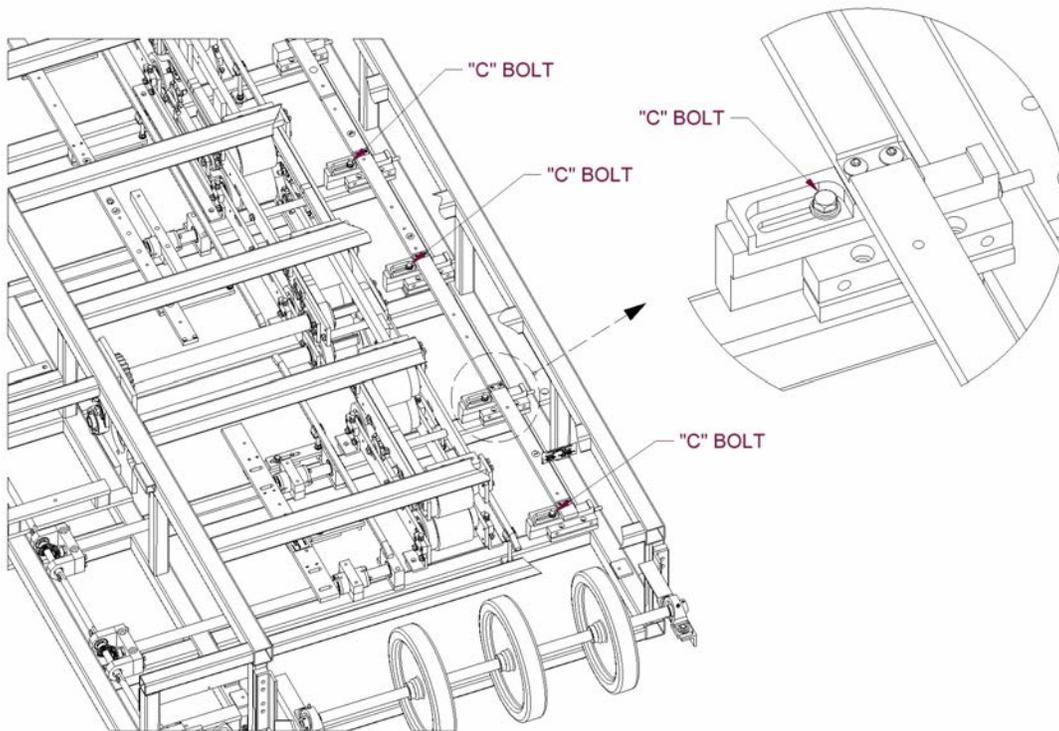
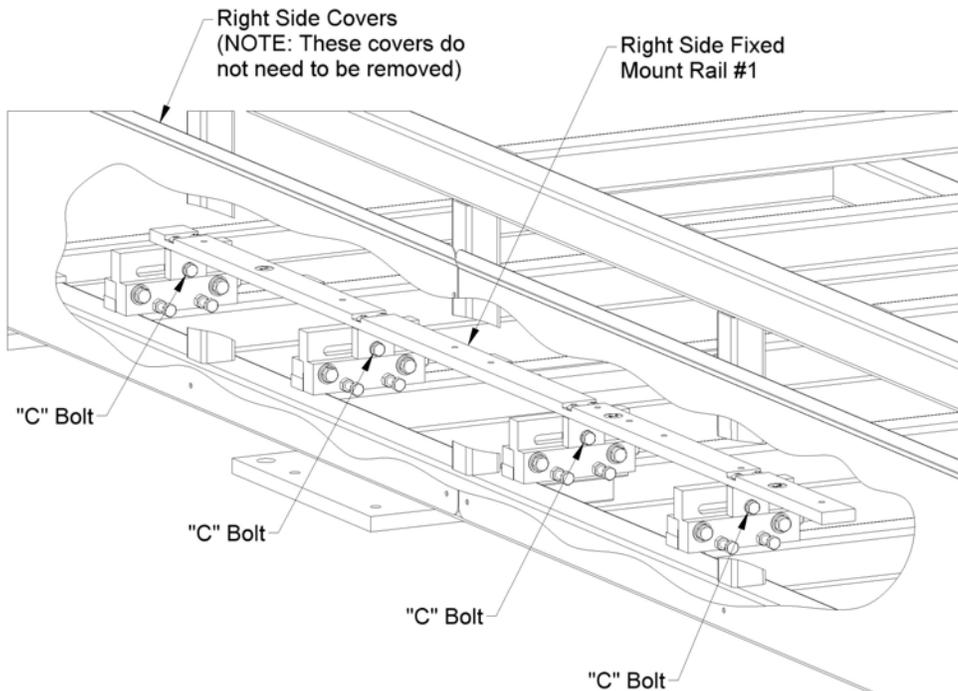

Ilustración 44: Abril 2009 y posterior
Ilustración 45: Máquinas producidas antes de Abril de 2009
4. Loosen bolt “C” on the first 4 Slide Block assemblies (Ilustración 44 or Ilustración 45).
5. Una vez que los 4 tornillos se encuentren flojos, deslice el carril de montura derecho #1 a la posición correcta, (Ilustración 46), ya sea adentro o afuera. Asegúrese que se encuentre en posición y luego apriete los tornillos “C” (Ilustración 44 or Ilustración 45).